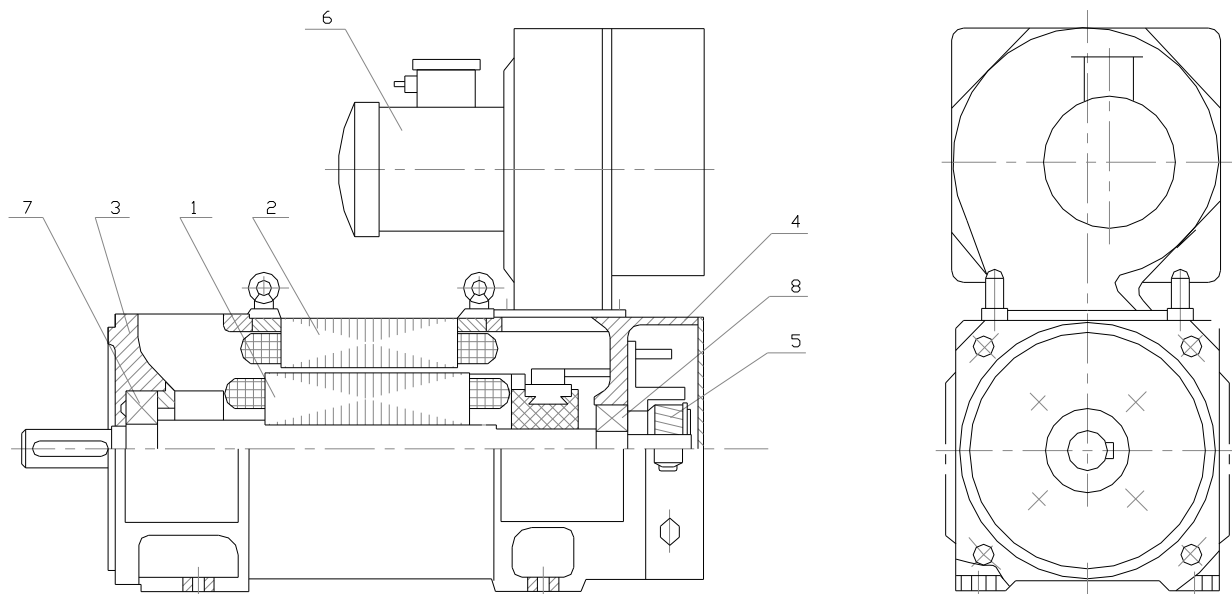

Рис.1
1.4.1. Общий вид электродвигателя показан на рис. 1 и габаритные размеры на рис. 2 .